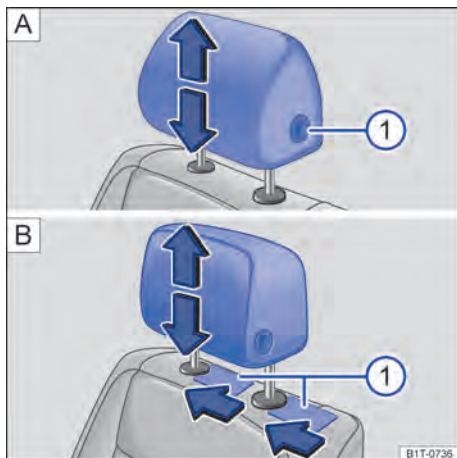

Fig. 99 Retirar o apoio para cabeça dianteiro: A) apoio para cabeça com ajuste longitudinal e B) apoio para cabeça sem ajuste longitudinal.
- Retirar o apoio para cabeça com o botão → Fig. 99 A ① totalmente pressionado.
- Empurrar o apoio para cabeça para baixo com o botão → Fig. 99 A ① totalmente pressionado.
apoio para cabeça e, ao mesmo tempo, com uma leve pressão, destravar as barras retentoras → Fig. 99  ①.